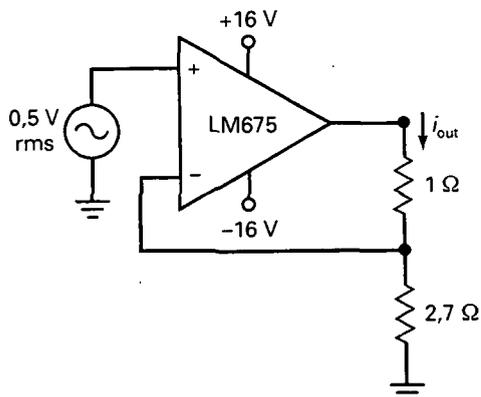

Figura 19-18
- 19-11. ¿Cuál es la corriente de salida en la Figura 19-18? ¿Y la potencia en la carga?
- 19-12. Si la resistencia de carga se cambia de 1 a 2 Ω en la Figura 19-18, ¿cuál es la corriente de salida? ¿Y la potencia en la carga?
- 19-13. Si la resistencia de 2,7 Ω se cambia a 4,7 Ω en la Figura 19-18, ¿cuáles son la corriente de salida y la potencia en la carga?